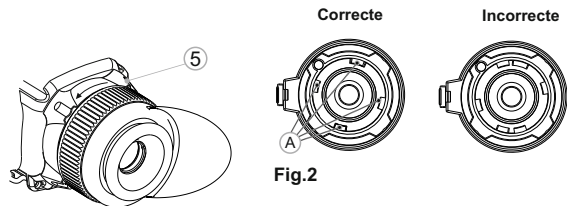

Fig.1
- Tournez la bague de verrouillage de l'oculaire (5) dans le sens antihoraire jusqu'à ce que vous entendiez un clic et retirez l'oculaire (Fig. 1).